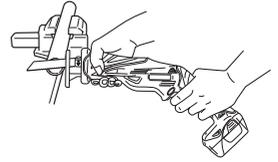

图 26
- (1) 在作业前牢牢固定工件。(图 26)
- (2) 在切锯金属材料时,请使用适当的机油(涡轮油等)。未使用液体机油时,请给工件涂上润滑油。